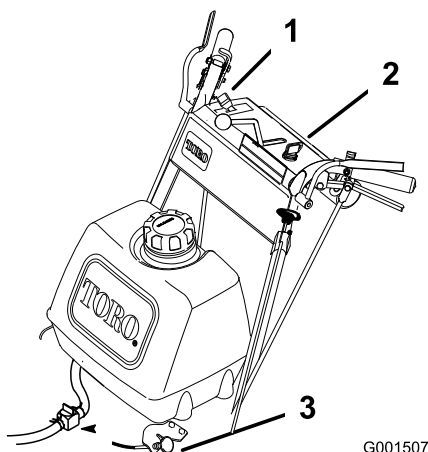

Figure 9
11. Repoussez le starter quand le moteur est chaud (Figure 9).
1. Placez la commande d'accélérateur en position de bas régime (Figure 9).